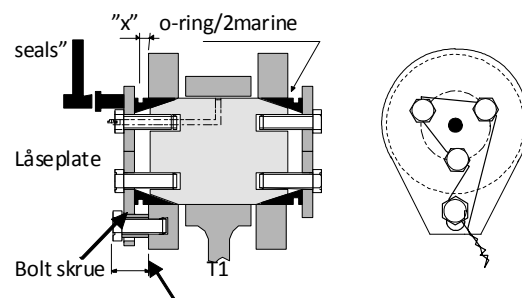

Fig.3b
- 3.2 Slå med en slegge på platen rundt hele omkretsen for å sikre at konhylsene ekspanderer ordentlig (se fig 3b).